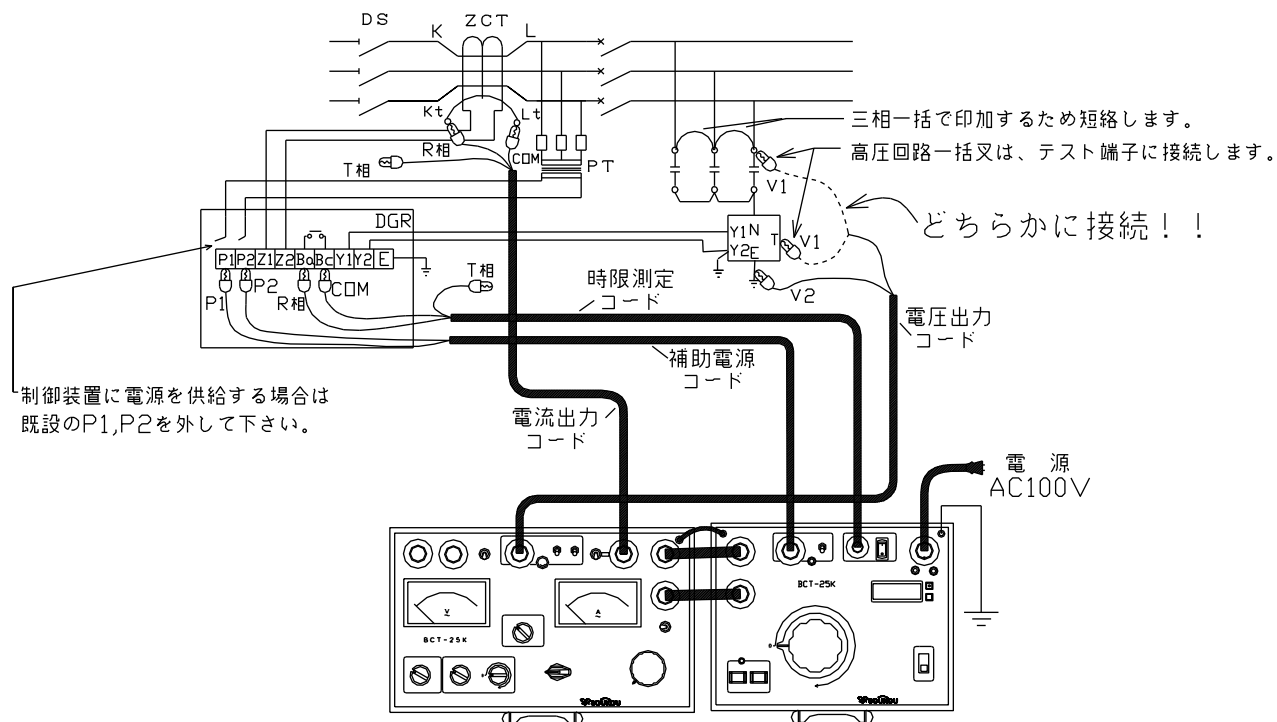

図16：試験回路図－電気室の単体試験（停電状態）
6. 以上のような点を注意し、試験回路を構成します。(図16,17)